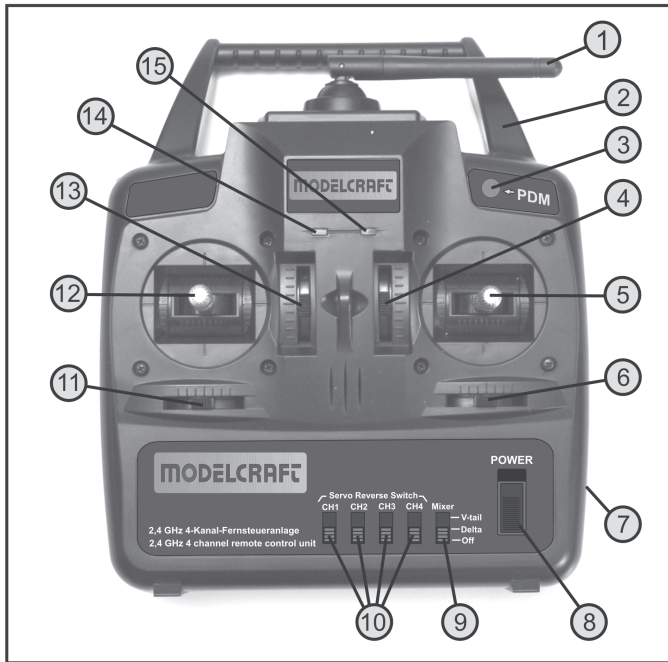

Figure 1
Orientez l'antenne de l'émetteur (voir figure 1, n° 1) vers le côté, de manière à ce que l'antenne soit perpendiculaire au câble de raccordement entre la télécommande et le modèle réduit. Vous obtenez ainsi la meilleure transmission de signaux. Évitez de pointer l'extrémité de l'antenne de l'émetteur sur le modèle réduit.
Pour l'alimentation électrique de l'émetteur, 4 piles Mignon (par ex. n° de commande Conrad : 652507, pack de 4, commander 1 pack) ou des batteries Mignon (AA) sont requises. Pour des raisons écologiques et également économiques, il est systématiquement recommandé d'utiliser des batteries, car ces dernières peuvent être rechargées dans l'émetteur par le biais de la prise de charge intégrée (voir figure 1, n° 7). Pour insérer les piles ou batteries, procédez de la manière suivante :
Une fois les batteries rechargées ou les piles neuves insérées, testez l'émetteur en actionnant l'interrupteur de fonctionnement (voir figure 1, n° 8). Pour ce faire, faites coulisser le bouton de commande du bas vers le haut.
L'indicateur à DEL rouge pour l'alimentation électrique s'allume en premier (voir également figure 1, n° 15).
Quelques secondes plus tard, la télécommande émet une tonalité et l'indicateur à DEL vert pour la fonction Binding commence à clignoter (voir également figure 1, n° 14).
Si la tension électrique chute au-dessous de 4,2 V, la DEL verte pour la détection des sous-tensions (voir également figure 1, n° 14) clignote rapidement et l'émetteur émet, au même rythme, de brèves tonalités. En tel cas, éteignez votre modèle réduit dans les plus brefs délais.